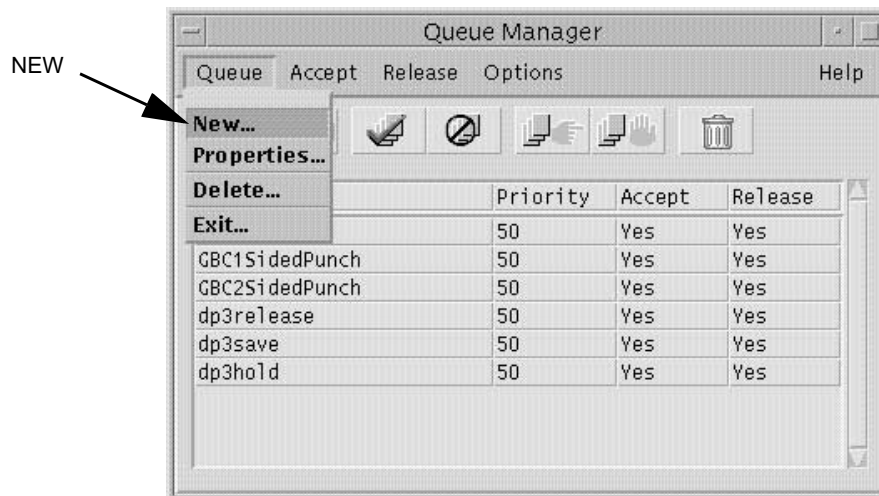

Abbildung 1-17: Das Warteschlangenmenü im Queue Manager
- 2 Ziehen Sie in der Werkzeugleiste das Warteschlangenmenü (**Queue**) auf und wählen Sie **New** (neu), wie in Abbildung 1-17 gezeigt.